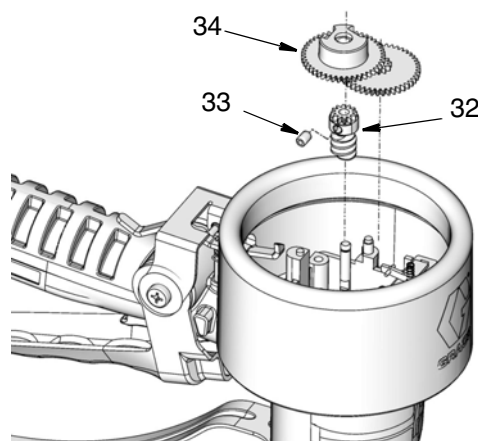

ABB. 29
5. Die Zahnrad-Stellschraube (33) mit einem 2-mm-Sechskantschlüssel entfernen. Die Zahnräder (32, 34) entfernen (ABB. 29).